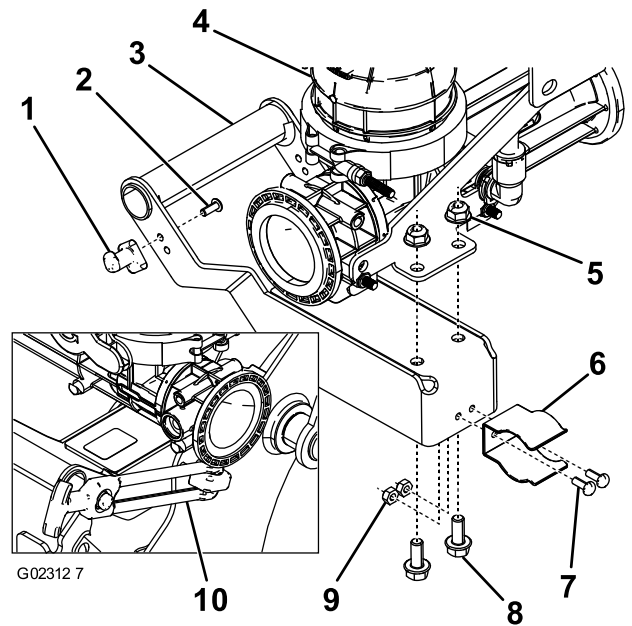

Figura 10
1. Sujete el tope del enganche a la maneta del eyector con un perno de cabeza hexagonal (Figura 10).
2. Conecte la maneta de enganche al bastidor principal con 2 pernos de cabeza hexagonal (Figura 10).
3. Sujete el asa al eyector usando 2 pernos de arandela prensada y tuercas con arandela prensada (Figura 10).